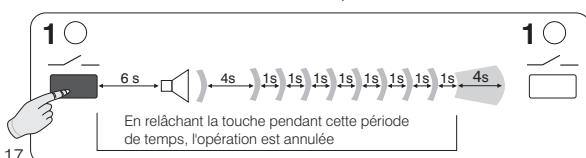

Fig. 17
- Appuyer sur la **touche 1** et maintenir la pression jusqu'à la fin de la séquence de signaux sonores indiquée dans la figure 17; puis la relâcher. L'accouplement du transmetteur est effacé de la mémoire du récepteur et le **canal 1** est libre.